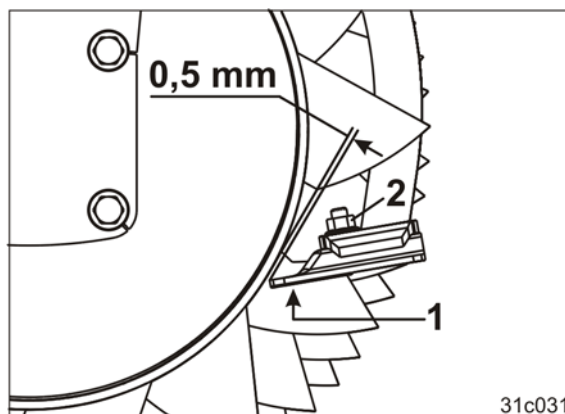

Bild 168
4. Lossa skruven (Bild 168/2).
5. Skruva fast avstrykaren (Bild 168/1) med ett avstånd på 0,5 mm till valsörret.